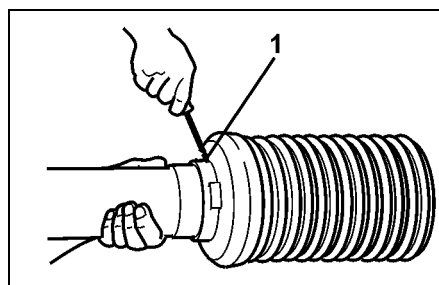

Fig. 35
1. Skru ut låseskruen (Fig. 35/1).